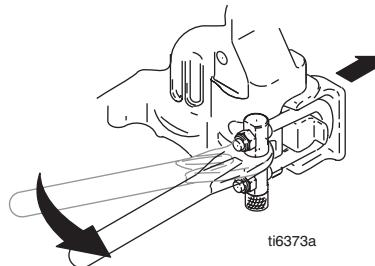

FIG. 18
7. FIG. 18. Åpne pumpedøren med en skralle.